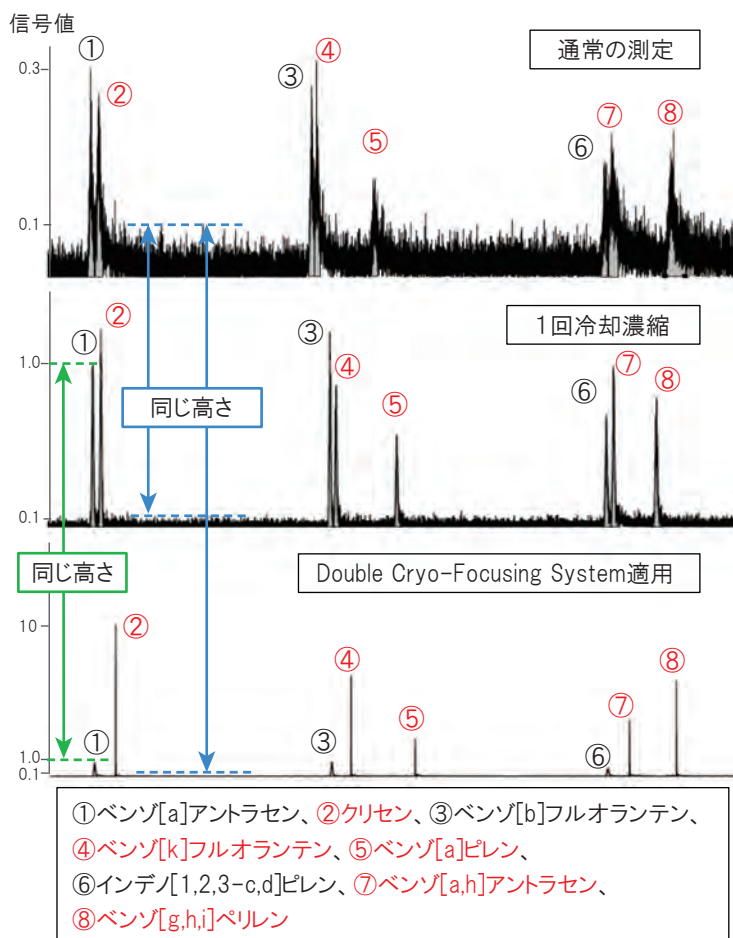

図2 測定結果の比較
測定対象物質①～⑧の化学物質名と測定結果を図2に示します。初めに、通常の測定により測定対象物質の検出時間と感度を確認しました(図2上段)。次に、冷却濃縮を1回実施した測定対象物質の検出時間を確認しました(図2中段)。これらの結果から、2回目の冷却濃縮を行う目的物質として②、④、⑤、⑦、⑧を選択しました。
図2下段に「Double Cryo-Focusing System」を適用した測定結果を示します。通常の測定結果ではノイズに埋もれて認識できない目的物質もありましたが、1回冷却濃縮することによりピークが認識可能になりました。さらに、「Double Cryo-Focusing System」を適用することにより、目的物質のピークが極めて高くなりました。これらのクロマトグラムの感度を比較するため、信号値のピークの高さに緑、ノイズの高さに青の点線を入れています。通常の測定結果と比べるとノイズが見えないくらいピークが高くなっています。